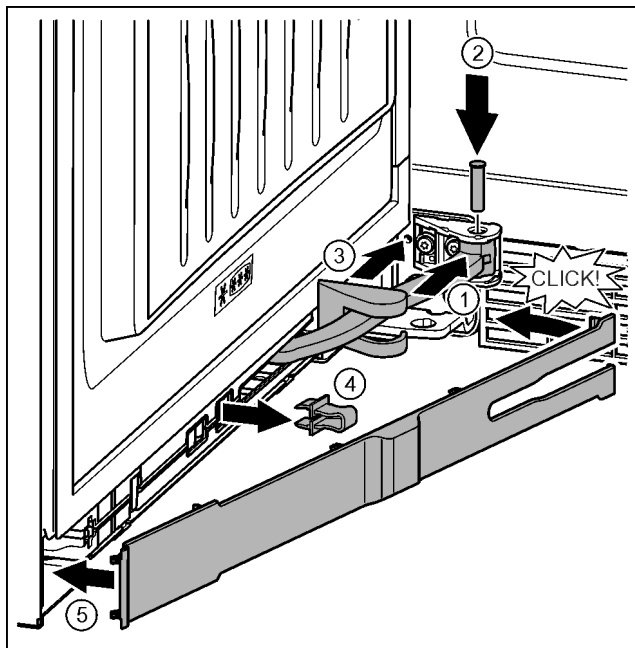

Fig. 46
- ▶ Zgibni del v vpetju zavrtite. Fig. 46 (1)
- ▶ Z izvijačem T15 vstavite sornik v vpetje in zgibni del. Pri tem pazite, da zaskočni zapah pravilno sedi v utoru. Fig. 46 (2)
- ▶ Potisnite pokrov ležajnega podstavka vzdolž zgibnega dela in ga montirajte nad vpetjem. Fig. 46 (3)
- ▶ Snemite varovalo. Fig. 46 (4)
- ▶ Namestite pokrov na strani ročaja in ga obrnite navznoter. Fig. 46 (5)